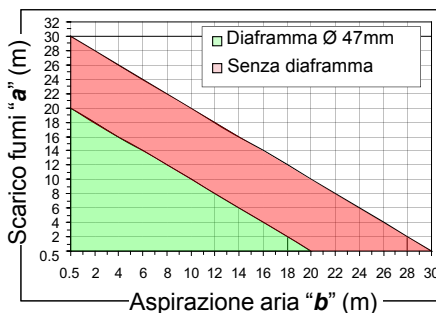
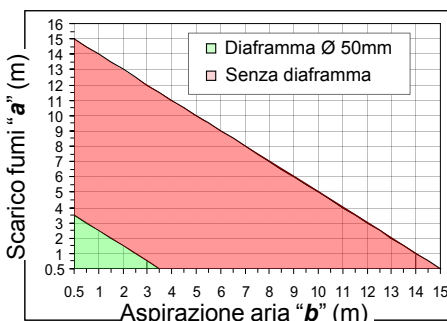

Figura 5.10
Figura 5.11 Lunghezza min-max 32kW.
- **Figura 5.10** per 24 e 28kW.
- **Figura 5.11** per 32 kW.
Il diaframma deve essere inserito o rimosso seguendo le indicazioni di Figura 5.10 - Figura 5.11.